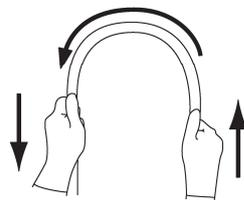

図1
- 2.挿入部を両手で持ち、全長にわたって図1に示すように順次半円の頂点をずらすように曲げたときに、適切な軟らかさを有しており、軟らかさが不連続になっているなどの異常がないこと。